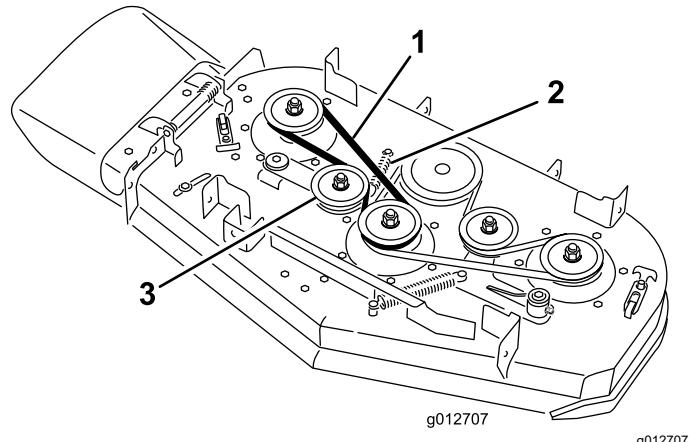

Figure 64
5. Enlevez la courroie droite du plateau de coupe (Figure 64).
7. Placez la courroie retirée précédemment ou une courroie neuve sur les poulies droites du plateau de coupe et la poulie de tension (Figure 64).